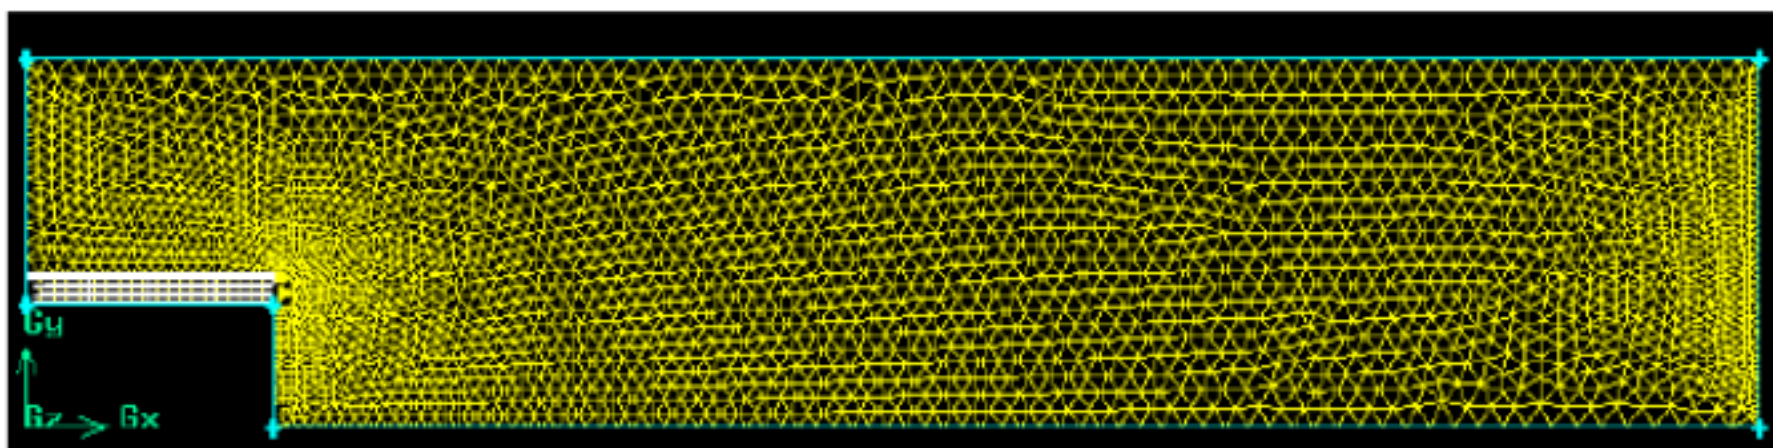

图 28
4. 选择 Element 类型为 Tri，单击 Apply 按钮，观察网格的生成（见图 28）。